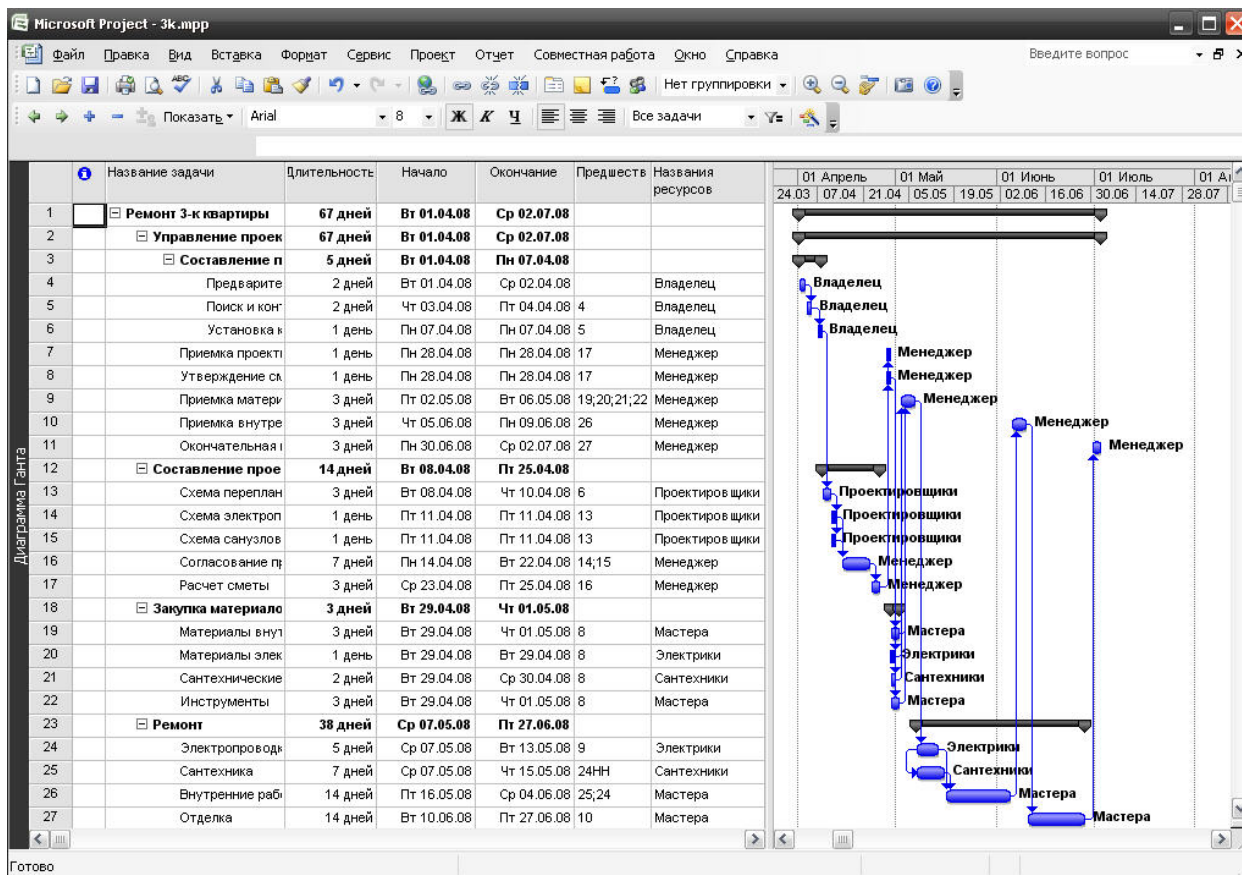

Рис. 22
- введите имена ресурсов всем подзадач (рис. 22) – при повторении уже введенного имени ресурса, его можно выбирать из списка.